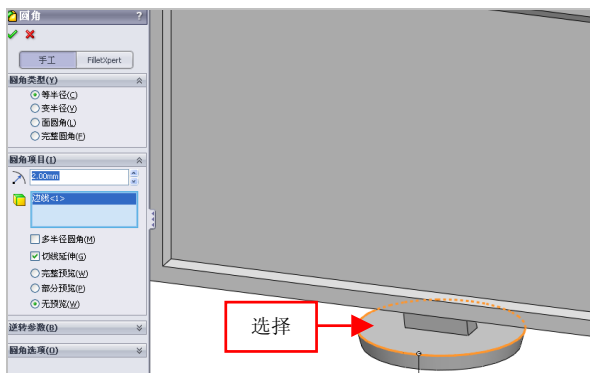

图 16-63 选择合适的边线
(4) 单击【圆角】按钮，弹出【圆角】属性管理器，设置【半径】为 2，选取新创建拉伸实体的上边线，如图 16-63 所示。